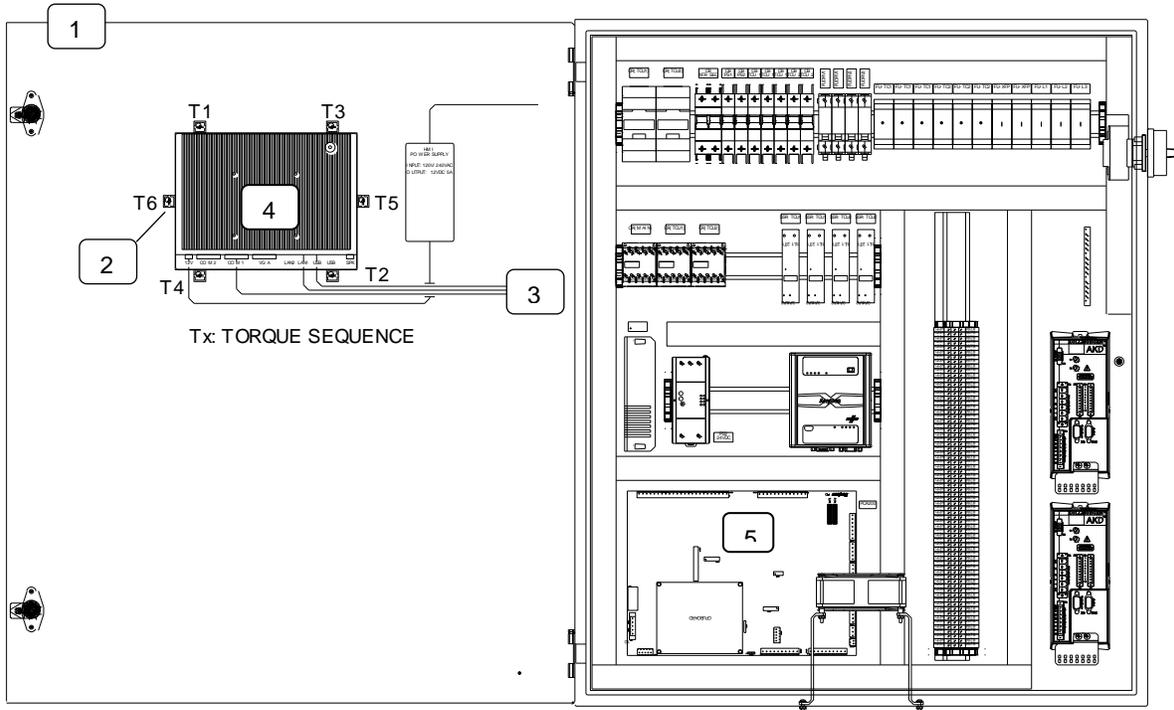

Рис. 2. Замена панели интерфейса оператора и печатной платы
2. См. рис. 2. Открыть дверцу отсека (1).
3. Отсоединить кабели (3) от панели интерфейса оператора (4).
4. Снять монтажные фиксаторы (2) крепления панели интерфейса оператора к дверце отсека. Снять панель интерфейса оператора с дверцы отсека.
6. Установить новую панель интерфейса оператора в дверцу отсека (1).
7. Поставить монтажные фиксаторы (2). Следуя порядку затяжки, показанному на рисунке, затянуть монтажные фиксаторы моментом 1,1 Н·м (10 дюйм-фунтов). Во избежание изгиба сенсорного экрана не перетянуть монтажные фиксаторы.
9. Закрыть дверцу отсека (1).
3. Отсоединить электрические разъемы от печатной платы (5).